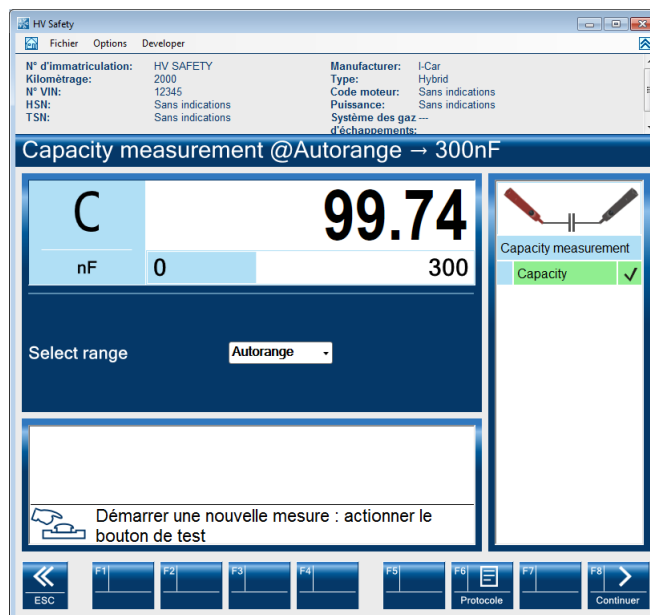

Fig. 3-10
16. Une fois le temps alloué de 3 secondes expiré, le résultat de la mesure SAE J1766 est représenté, voir la fig. 3-10.